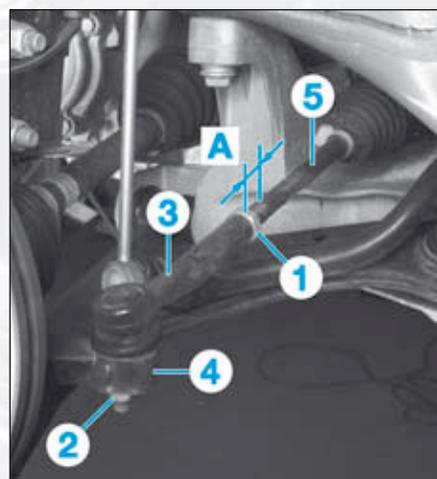

FIG.11
- Mesurer la cote (A) (Fig.11).
- Débloquer le contre écrou (1).
- Déposer l'écrou (2) de la rotule de direction (3).
- Extraire la rotule de direction (3) du pivot (4) à l'aide de l'extracteur.
- Dévisser la rotule (2) de la biellette (5).